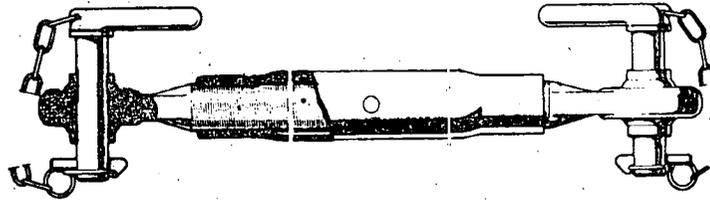

Fig. 3
*Braço superior.* Composto de três partes enroscadas. O tubo central tem rosca esquerda em um extremo, e direita no outro, o que permite encurtar ou aumentar o braço, e assim nivelar o implemento, longitudinalmente (fig. 3).